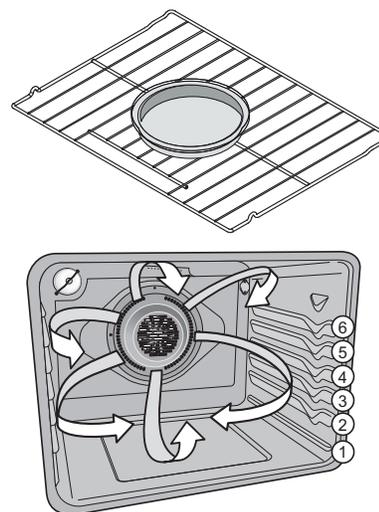

Figure 24: Positions des grilles; Cuisson sur une seule grille pour aliments prêts à servir
- Placez toujours les aliments au centre du four, sur la grille en position 4 (Figure 24).
- Placez les aliments comme illustré à la Figure 24.